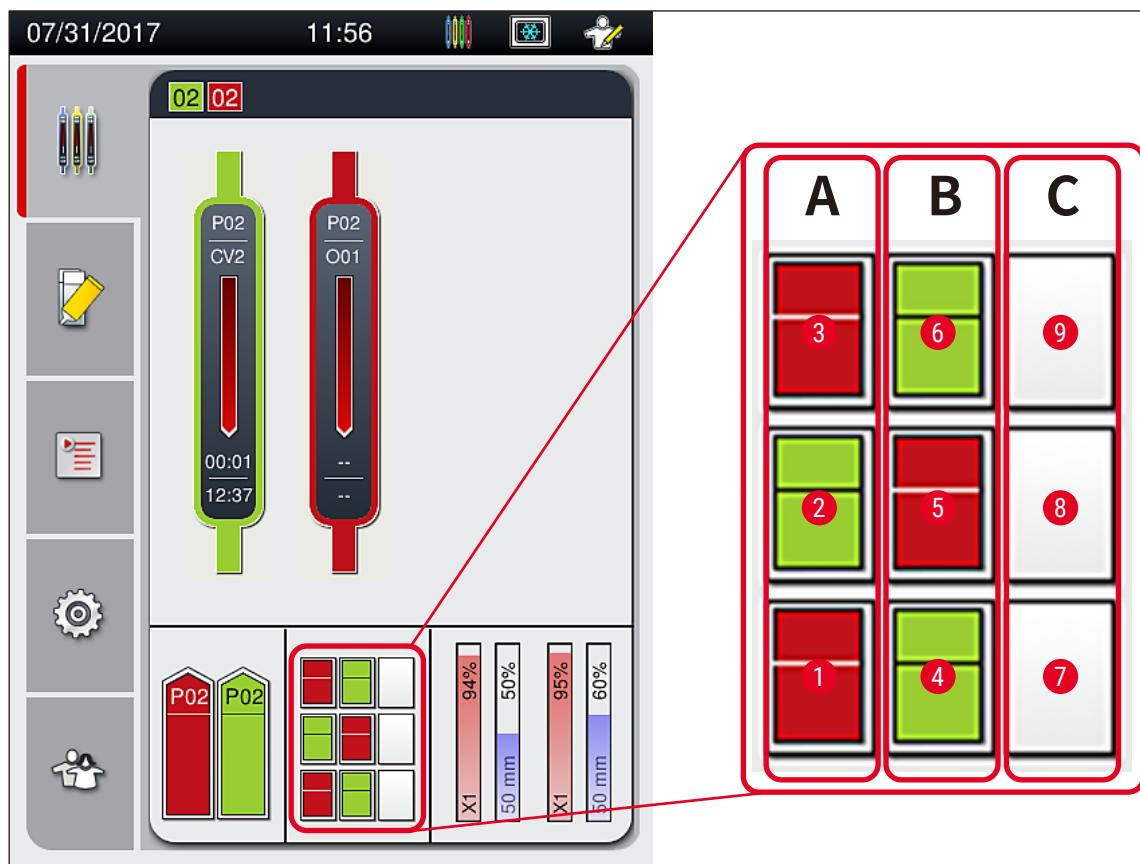

図75
- ・取出し用待機槽は最大9個のラックを保持できます。取出し用待機槽内でラックは、図のA1からC9の番号順に、該当する位置に配置されます（→ 図75）。